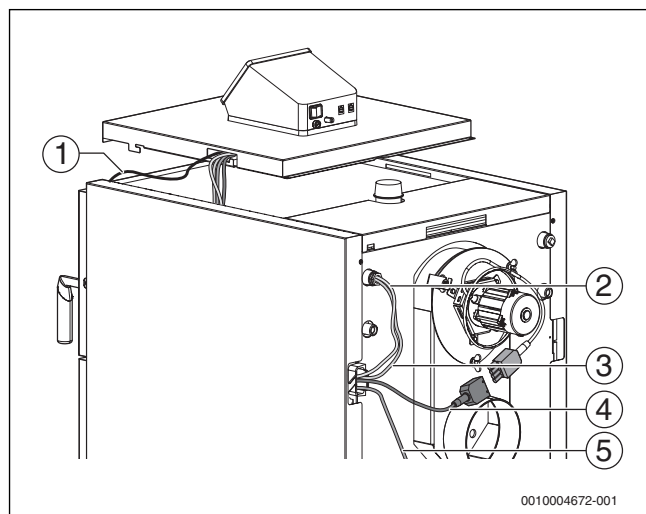

Fig. 21 Treceți cablurile și cablurile senzorilor prin capacul cazanului
- Treceți cablul și cablul senzorului prin adâncitura capacului cazanului (→ Fig. 21).
- Treceți cablul și conducta capilară a senzorului de temperatură a cazanului (FK) și a limitatorului de siguranță a temperaturii (STB) prin suporturile de cablu care ies din cazan.
- Senzorul pentru temperatura cazanului și limitatorul de temperatură de siguranță (→ Fig. 21, [1], pagina 20) se introduc în teaca de imersie [3] de pe partea posterioară a cazanului.